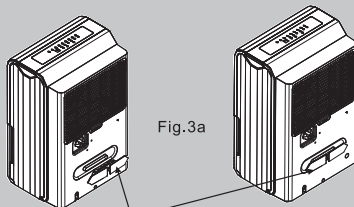

Fig.3a
4. Système d'attache du cordon d'alimentation (situé dans le compartiment à eau ; à n'utiliser qu'en cas de stockage de l'unité. Installation illustrée dans la fig. 3a)